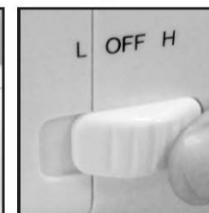

рис. 12
- Установите переключатель скорости шитья в положение «H» (рис. 12)